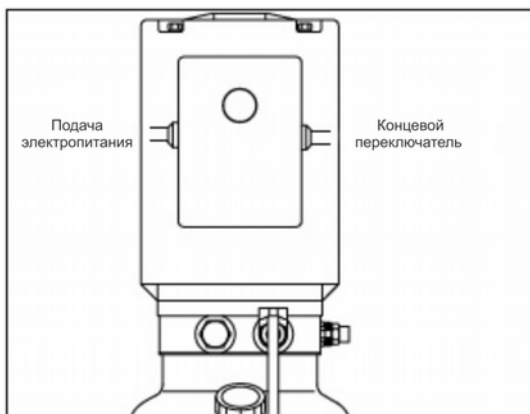

Рис. 35
4.4.3.2 Подключите кабель электропитания и концевой выключатель к клеммной коробке на распределительной коробке электродвигателя (Рис. 35) в соответствии с электрической схемой на стр. 5.
4.4.3.4 Закройте крышку электрической панели, нажмите кнопку запуска (Рис. 35), вращение электродвигателя должно происходить согласно направлению, указанному стрелкой на корпусе электродвигателя.